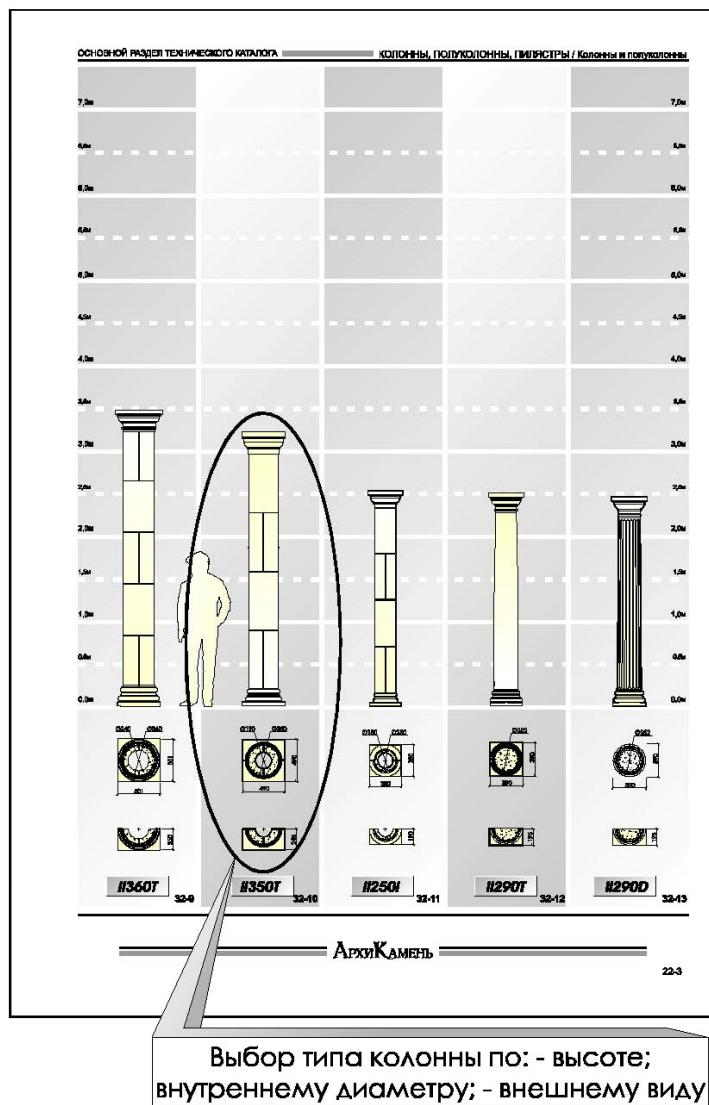

Рис. 2. Выбор типа колонны.
1. В "Сокращенном разделе технического каталога / Колонны и полуколонны" выбираем тип колонны, см. со стр. 22-2 по стр. 22-4 (рис. 2. Выбор типа колонны). В данном примере балкон опирается на 2 трубы диаметром 141 мм и длиной 3.0 м, которые необходимо облицевать. По высоте подходит колонна *I/350T*, которая немногим больше 3,0 м. Внутренний диаметр колонны 190 мм, т. е. зазор на сторону:  $(190 - 141)/2 = 24,5$  мм, что больше 15 мм. Делаем вывод о том, что колонна устраивает всем критериям, поэтому выбор останавливаем на ней (на колонне *I/350T*).